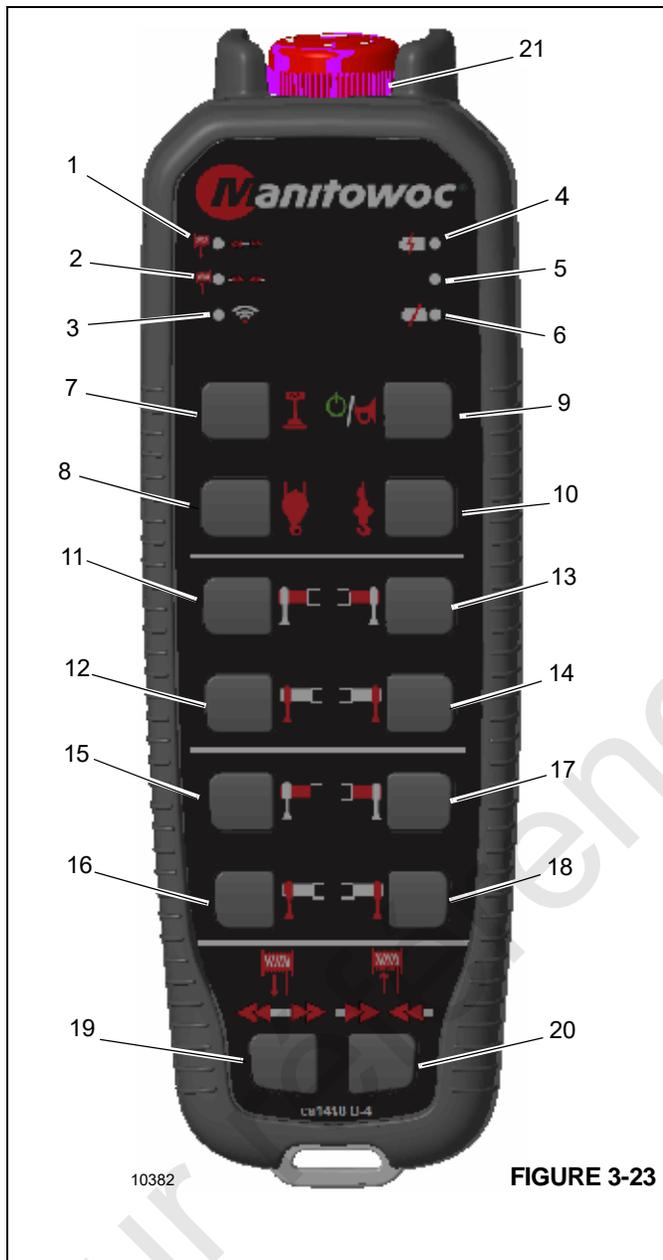

FIGURE 3-23
10382-4	<p>Rétraction/relevage de la charge au treuil — Cette LED s'allume lorsque le bouton de présélection de rétraction (20, Figure 3-23) est sélectionné. États :</p> <ul style="list-style-type: none"> Fixe — Le bouton de présélection de rétraction (20, Figure 3-23) est sélectionné et le mode de rétraction est actif. Clignotante — Le bouton de treuil, de stabilisateur ou du SFO est enfoncé avant le bouton de présélection. Présélectionner le bouton d'extension/abaissement de la charge au treuil pour effacer cet avertissement. Si la télécommande n'est pas initialisée, appuyer sur le bouton de marche/avertisseur.
<p>10382-5</p>	<p>Extension/abaissement de la charge au treuil — Cette LED s'allume lorsque le bouton de présélection d'extension (19, Figure 3-23) est sélectionné. États :</p> <ul style="list-style-type: none"> • Fixe — Le bouton de présélection d'extension (19, Figure 3-23) est sélectionné et le mode d'extension est actif. • Clignotante — Le bouton de treuil, de stabilisateur ou du SFO est enfoncé avant le bouton de présélection. Appuyer sur le bouton d'extension/abaissement de la charge au treuil pour effacer cet avertissement.
Les boutons de présélection (19 et 20, Figure 3-23) déterminent le sens de déplacement (rétraction ou extension) des opérations ultérieures de treuil, de stabilisateur ou du SFO. Le bouton de mode de présélection doit être sélectionné avant d'utiliser les stabilisateurs, les treuils ou le SFO. Pour quitter le sens de déplacement sélectionné, appuyer une seconde fois sur le bouton. Le bouton de mode de présélection se désactive au bout de cinq secondes si aucune fonction n'est activée.
1. Appuyer sur le bouton de marche/avertisseur (9, Figure 3-23).
2. Appuyer de nouveau sur le bouton de marche/avertisseur (9). L'avertisseur retentit.
2. Appuyer sur n'importe quel autre bouton que celui de marche/avertisseur (9).